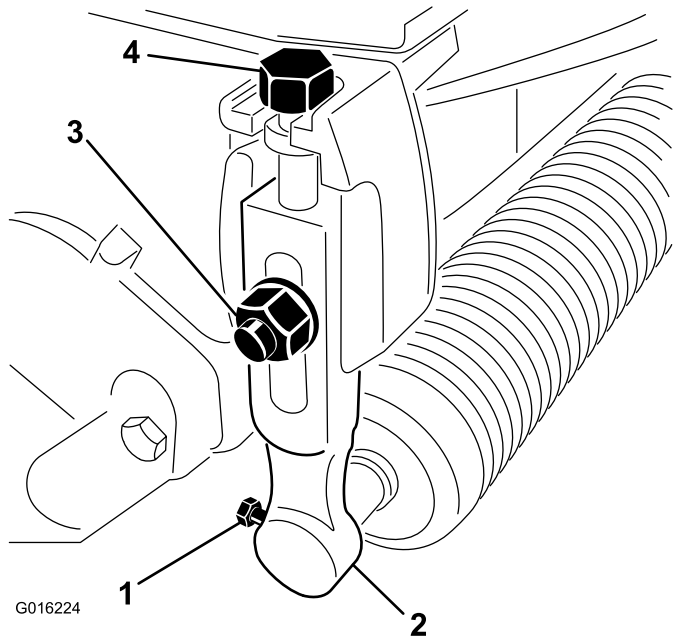

Bild 1
2. Lockern Sie die Schrauben, mit denen die Enden der Frontrolle an den Schnitthöhenarmen befestigt sind (Bild 1).
3. Entfernen Sie die Senkschrauben, Scheiben und Sicherungsmuttern, mit denen die Schnitthöhenarme an jedem Ende der Schneideinheit befestigt sind (Bild 1). Entfernen Sie die Schnitthöhenarme und die Rolle.
4. Entfernen Sie die Einstellschrauben für die Schnitthöhe von den Schnitthöhenarmen (Bild 1).